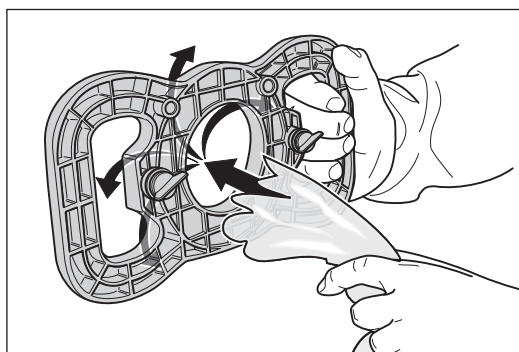

Fig. 16 Cómo montar la bolsa para basuras.
- 7 Sujete el dispositivo de vaciado en el asa y pase una bolsa para basuras desde el lado de las nervaduras por el agujero en el centro del dispositivo (Fig. 16).